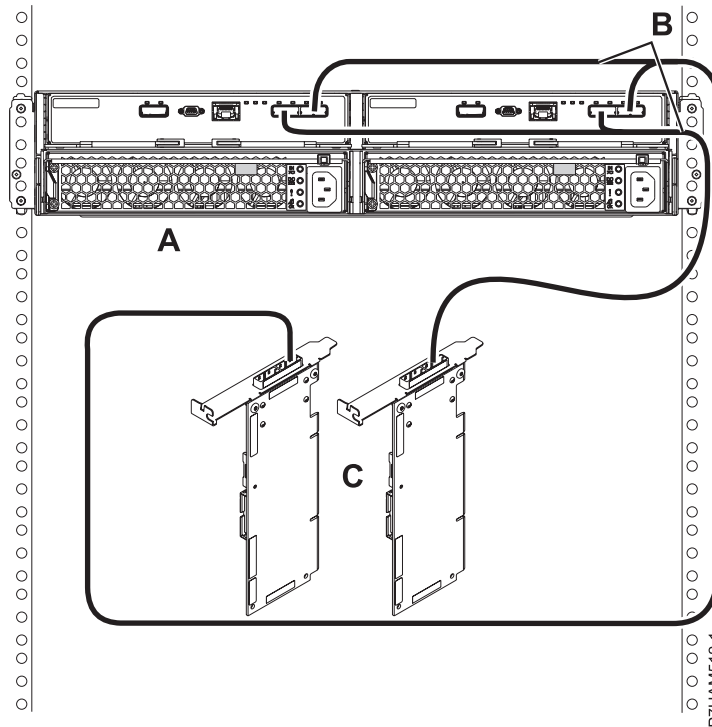

Figure 14. Connexion de mode 1 d'un boîtier d'unité de disque 5887 via des câbles YO à une paire d'adaptateurs SAS
14. Effectuez la connexion de mode 1 d'un boîtier d'unité de disque 5887 (A) via des câbles YO (B) à une paire d'adaptateurs SAS (C). Voir figure 14, à la page 16.
- Chaque adaptateur SAS de la paire (C) peut accéder aux 24 baies d'unité.